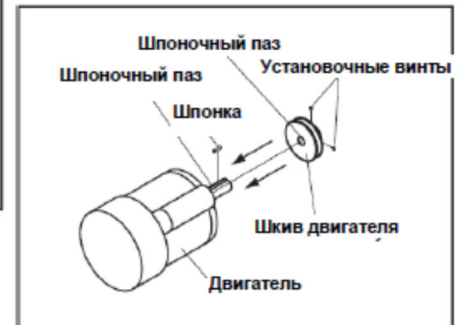

Рис. 7 Установка шкива двигателя
3. Вставьте шпонку в шпоночный паз вала двигателя и наденьте шкив двигателя на вал двигателя, как показано на Рис. 7.
5. Совместите шкив двигателя со шкивом ножевого вала и закрепите шкив двигателя на месте, затянув установочные винты, показанные на Рис. 7.